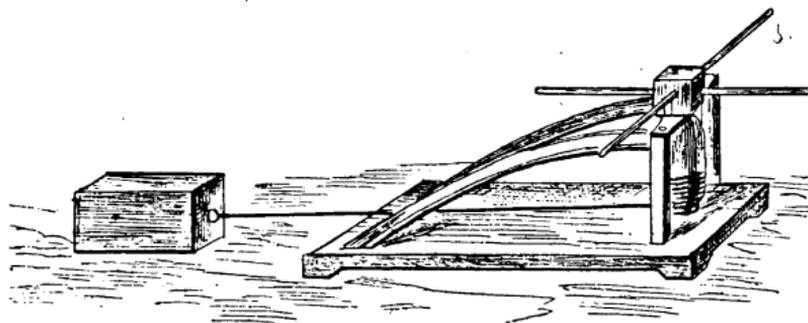

Fig. 94.
**Cabestan** (fig. 94). — Variété de treuil dont le tambour d'enroulement de la corde est vertical.